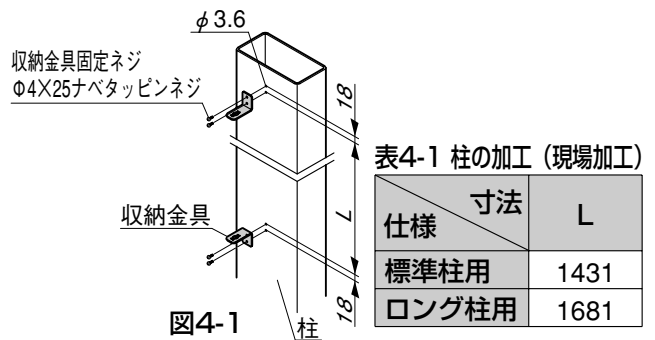

図4-1
■ 収納金具はサポート1本につき2個使用します。現場にてカーポートの柱にφ3.6の穴をあけてください。(図4-1)
■ 収納金具を固定ネジで柱に取付けてください。(図4-1)